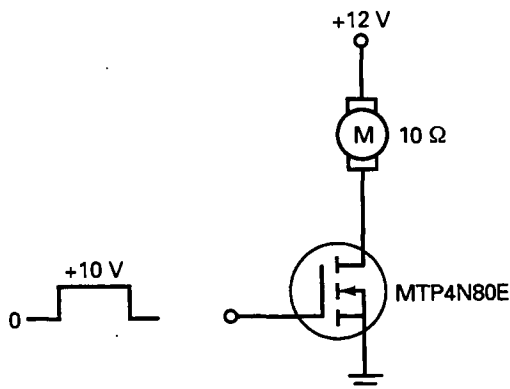

Figura 14-29
- 14-17. ¿Cuál es la corriente a través del arrollamiento del motor de la Figura 14-29 cuando la tensión de puerta es baja? ¿Y cuando es alta?
- 14-18. El arrollamiento del motor de la Figura 14-29 se reemplaza por otro con una resistencia de 6 Ω . ¿Cuál es la corriente a través del arrollamiento cuando la tensión de puerta es alta?